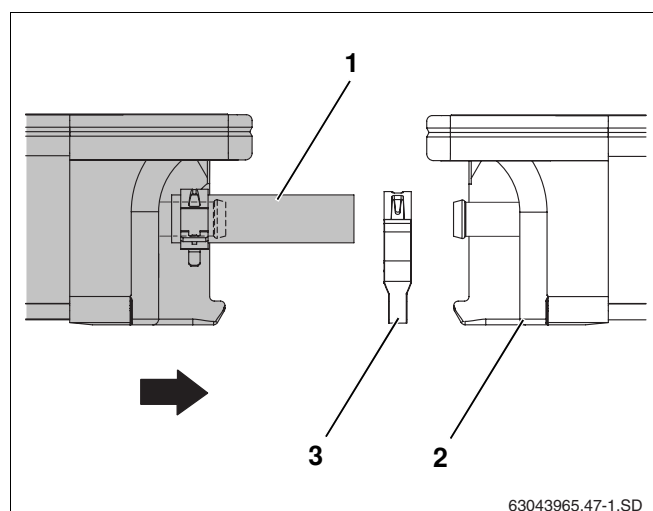

Fig. 49 Insérer le deuxième capteur dans le premier
- ▶ Poser le deuxième capteur avec les tubes solaires prémontés Fig. 49, **Pos. 1**) sur les rails profilés et laisser glisser dans les dispositifs de sécurité anti-glissement.
- ▶ Glisser la deuxième bride du compensateur Fig. 49, **Pos. 3**) sur le tube solaire.
- ▶ Connecter le second capteur au premier Fig. 49, **Pos. 2**) de manière à ce que les tubes solaires prémontés s'insèrent dans les raccords gauches du premier capteur.